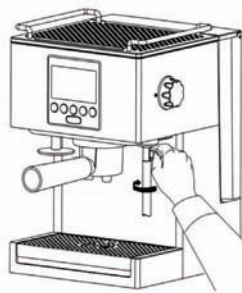

Рис. 9
ВНИМАНИЕ! Передвижение сопла пара/кипятка (11) осуществляй при помощи специального наконечника (Рис. 9). Сопло пары/кипятка (11) очень горячее.